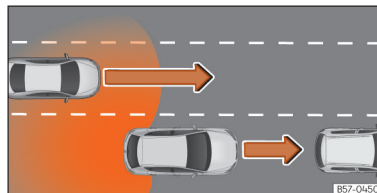

Рис. 117 Вас випереджає інше авто.
- Коли вас випереджає інший автомобіль » рис. 117.